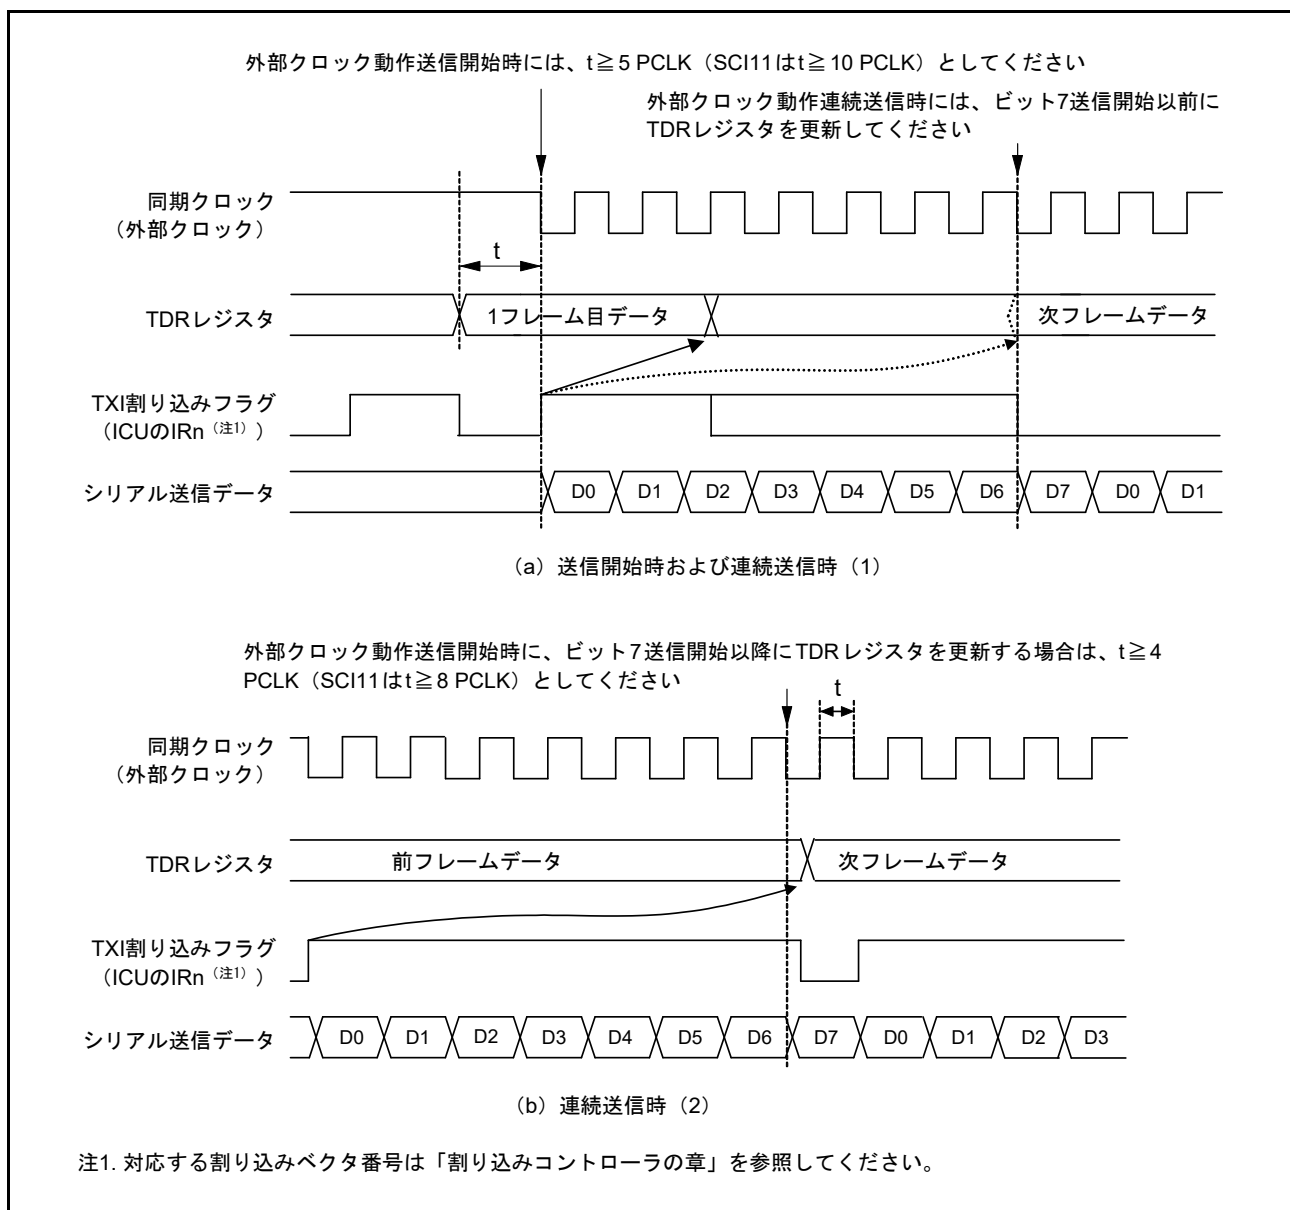

図 26.58 クロック同期式モード送信での外部クロック使用の制約事項
CPU または DTC による TDR レジスタの更新後、PCLK で 5 クロック以上 (SCI11 は 10 クロック以上) 経過した後に送信クロックを入力してください (図 26.58 参照)。
(2) 連続送信時
- ビット 7 の送信クロックの立ち上がり以前に、TDR レジスタまたは TDRL レジスタに次の送信データを書き込んでください (図 26.58 参照)。
- ビット 7 送信開始以降に TDR レジスタを更新する場合は、同期クロックが Low の期間に TDR レジスタを更新し、かつビット 7 の送信クロックの High 幅を、4 PCLK 以上 (SCI11 は 8 PCLK 以上) にしてください (図 26.58 参照)。